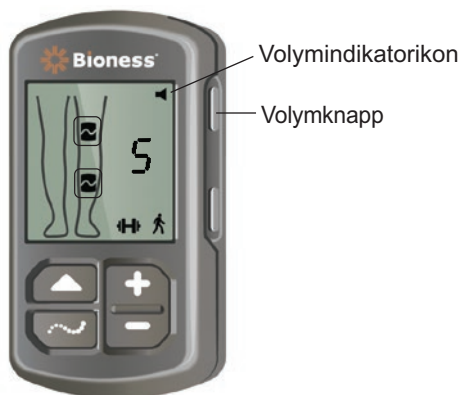

Bild 7-3: Volymknapp på styrenhet
1. Tryck på volymknappen på styrenheten. Se bild 7-3. Volymikonen i det övre högra hörnet på den digitala skärmen försvinner.
1. Tryck på volymknappen på styrenheten. Se bild 7-3. Volymikonen i det övre högra hörnet på den digitala skärmen visas.